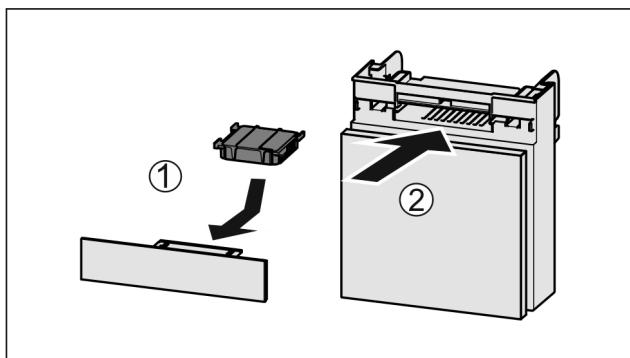

Fig. 118
- Aktivkohlefilter nach Abbildung einsetzen Fig. 118 (1).
- Fach einschieben Fig. 118 (2).